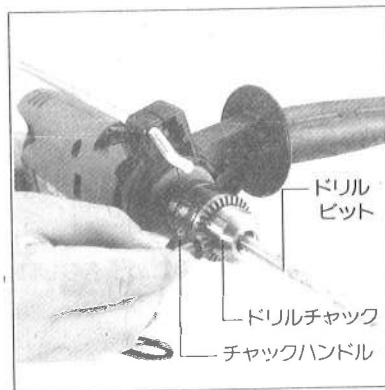

図3
- チャックは左に回すとゆるみ、右に回すと締まります。(図3参照)